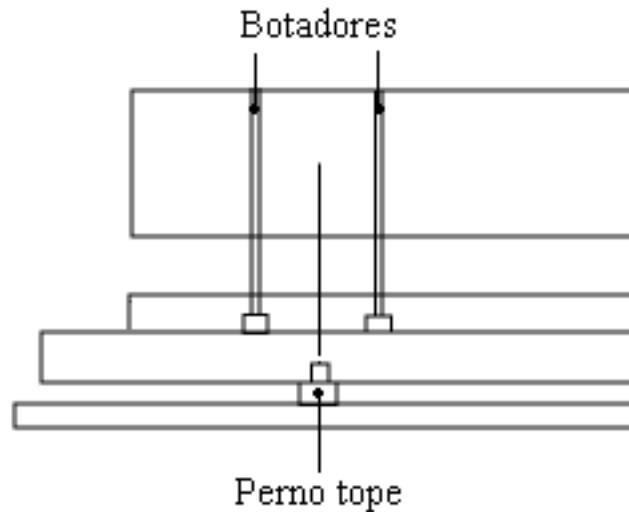

Figura 38: Uso de pernos tope para evitar deflexión.
- ↯ Colocando pernos de tope debajo o cerca de la base de los pernos de expulsión (Figura 38).